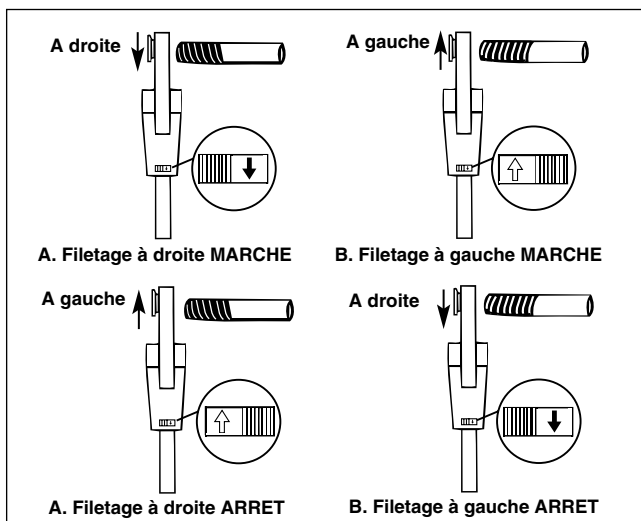

Figure 6 – Inverseur/ Orientation des têtes de filière
- Mettez l'inverseur dans le sens du pas voulu (gauche ou droite) (Figure 6).